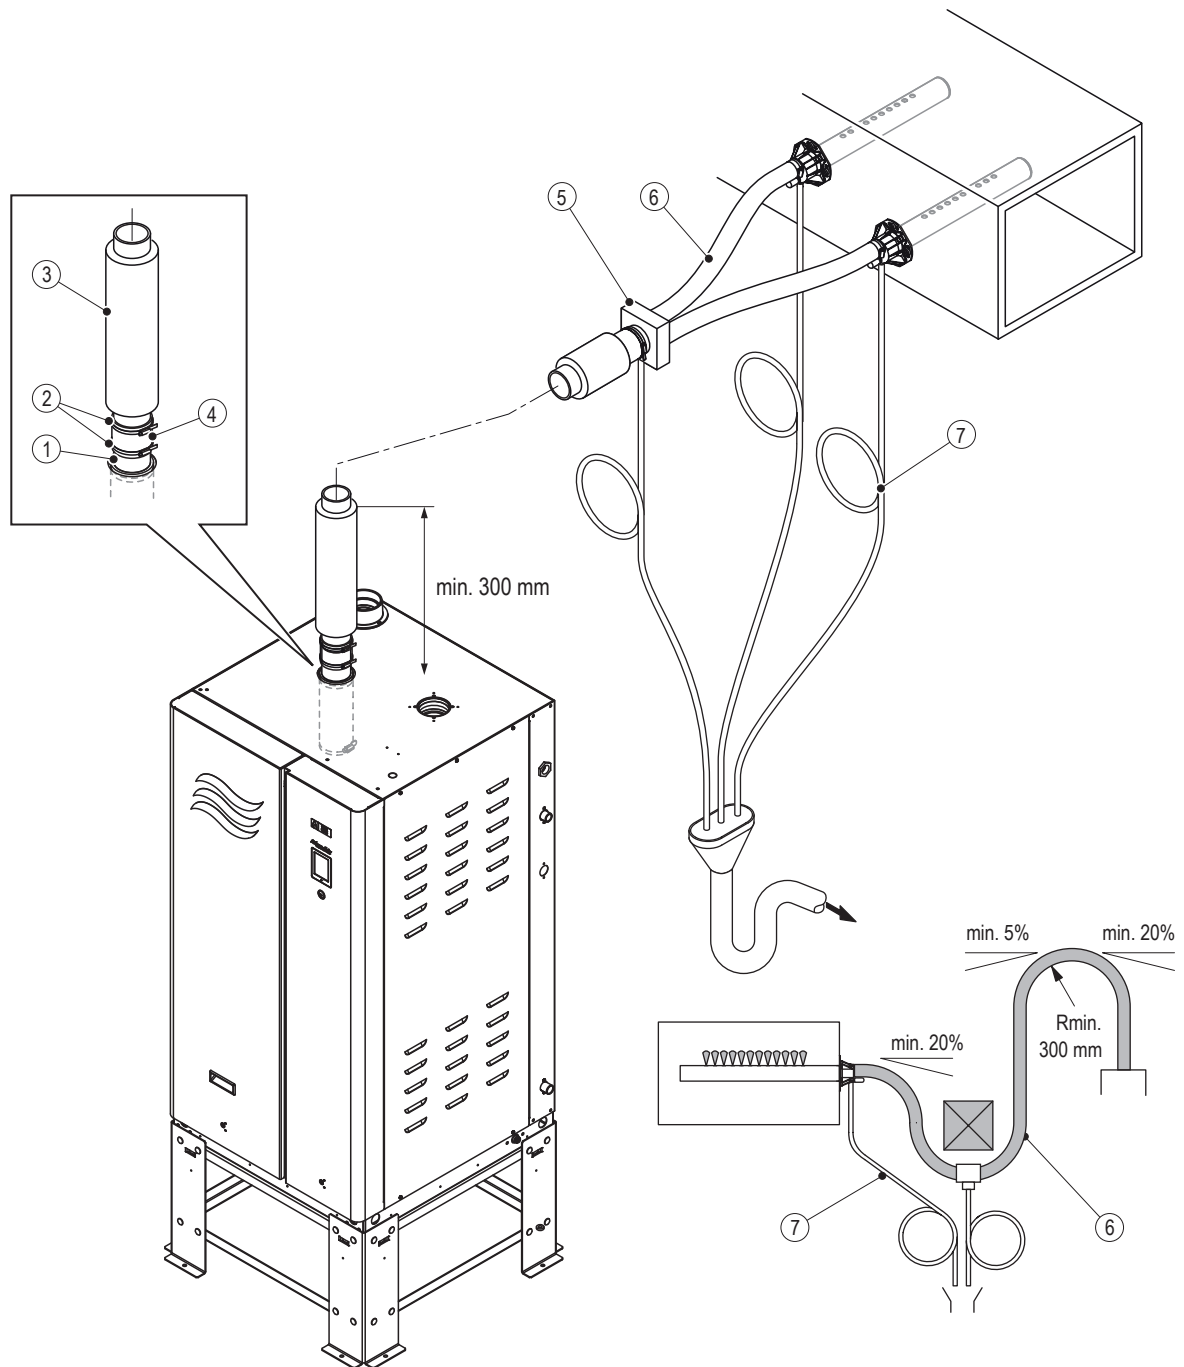
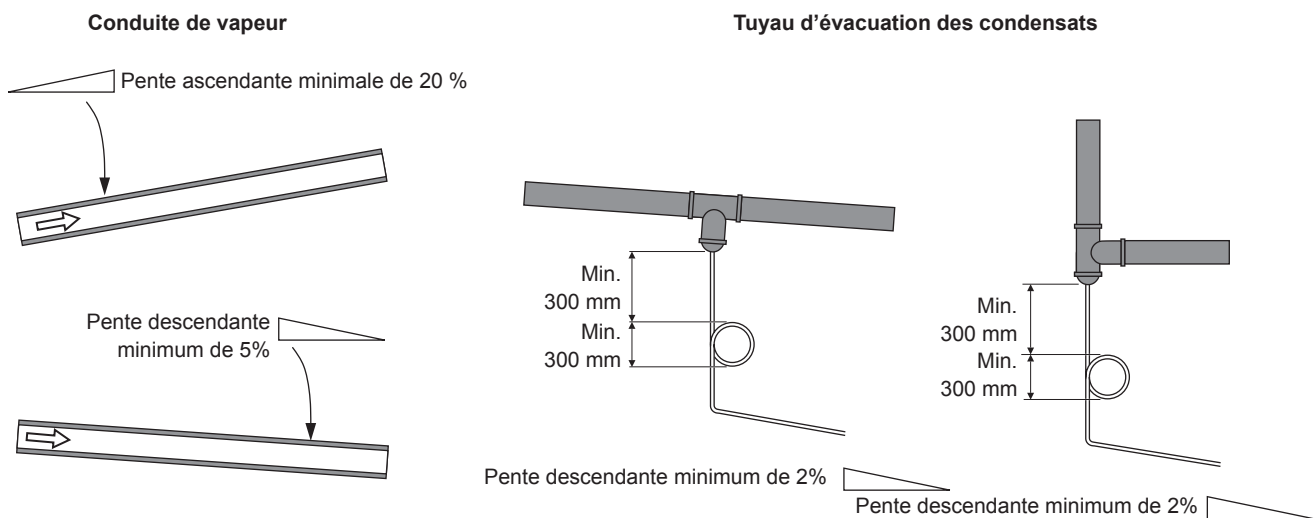

Figure 9 : Installation de la conduite de vapeur principale
Figure 10 : Ligne de vapeur et de condensat
Condair vous recommande de respecter les meilleures pratiques suivantes pour l'installation de conduites de vapeur à pression atmosphérique et de conduites de condensat. Se reporter également à la Figure 9.
- La conduite de vapeur doit aller directement vers le haut depuis le raccordement de l'humidificateur sur au moins 300 mm, avant de continuer vers le système de distribution de vapeur – voir la Figure 9 à la page 26. La conduite de vapeur doit disposer d'une pente ascendante minimale de 20 %, ou d'une pente descendante minimale de 5 % vers le distributeur de vapeur – voir la Figure 10 à la page 29.
- Les purgeurs de condensat doivent également être installés à tous les points bas et aux transitions horizontales-verticales de la conduite de vapeur. Les lignes de vidange du condensat doivent toujours être connectées à des connecteurs en T de taille normale dans la conduite de vapeur. Reportez-vous à la Figure 10 à la page 29.